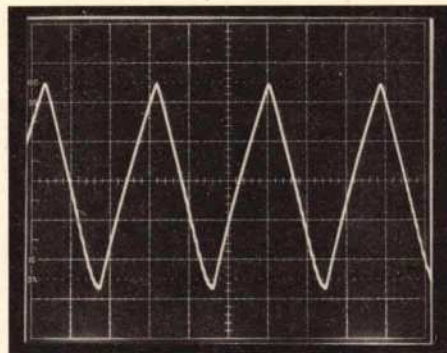

Fig. 6. Opgepast! Bij hogere frequenties vervormt het sinussignaal tot een driehoek.
de bovenste grensfrequentie bij ongeveer 10 kHz. Bij hogere frequenties wordt het sinussignaal vervormd tot een driehoeksignaal, zie fig. 6. Omdat de overgang van sinus naar driehoek geleidelijk plaats vindt binnen het gebruikte frequentiegebied, kan de toenemende vervormingsfactor niet op nauwkeurige wijze worden gecontroleerd. Na deze theoretische beschouwingen, nu de schakeling zelf. Deze is getoond in fig. 7. IC 1 (TCA 680) vormt de Wienbrugversterker, T1 (BF 256 B) vormt het regel-element. IC 2 (741) is de regelversterker voor T1, waarbij het uitgangssignaal van punt 6 van het IC 1 via diode AA 143 wordt gelijkgericht en in IC 2 met een via P3 ingestelde nominale spanning wordt vergeleken. De versterkte verschilspanning op punt 6 van IC 2, stuurt FET T1. De geïntegreerde schakelingen IC 3 en IC 4 vormen de netvoeding voor het opwekken van de benodigde voedingsspanningen $+12 \text{ V}$ en -12 V . Er kunnen verschillende typen IC's worden gebruikt met spanningswaarden van 12 V en stroomwaarden $\geq 1 \text{ A}$. T2 tot en met T4 (BC 107 B) vormen een